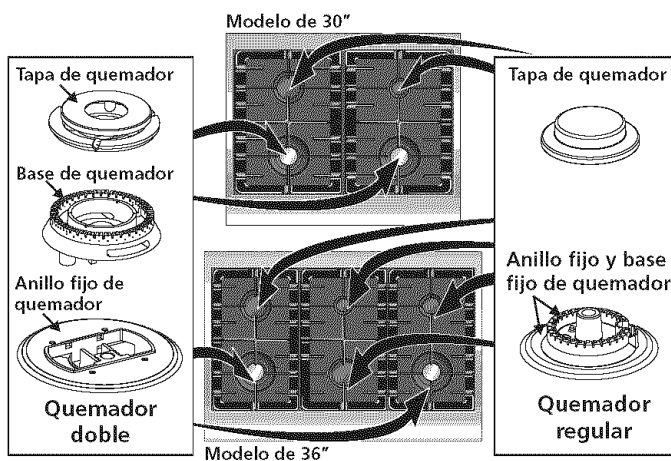

Figura 8
Esta estufa está equipada con quemadores sellados como se muestra más abajo (Figura 8). **Todas las piezas están en su lugar. Tome nota en donde están.** Quite todo el material de protección localizado bajo la cabeza del quemador de dual. **NOTA:** No hace falta ningún ajuste de quemador en esta estufa.
5. Ajuste bajo "LOW" para la válvula de quemador de superficie Dual (vea Figura 8 y 10)